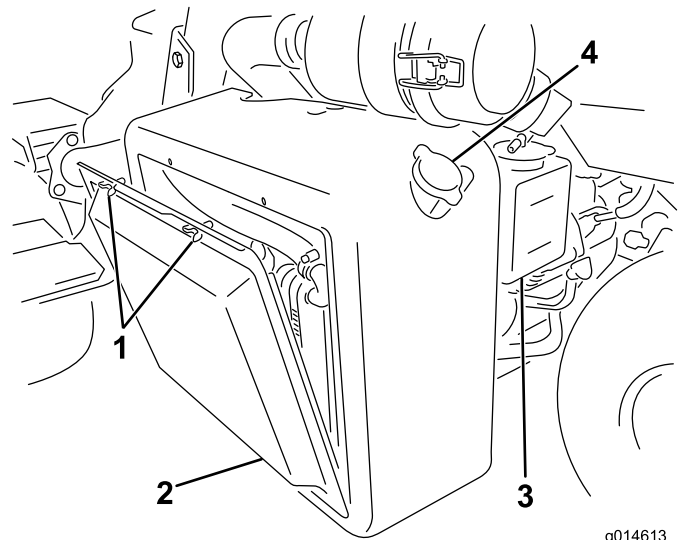

Figura 47
1. Rimuovete la griglia del radiatore (Figura 47).
2. Controllate il livello del refrigerante (Figura 47 e Figura 48).